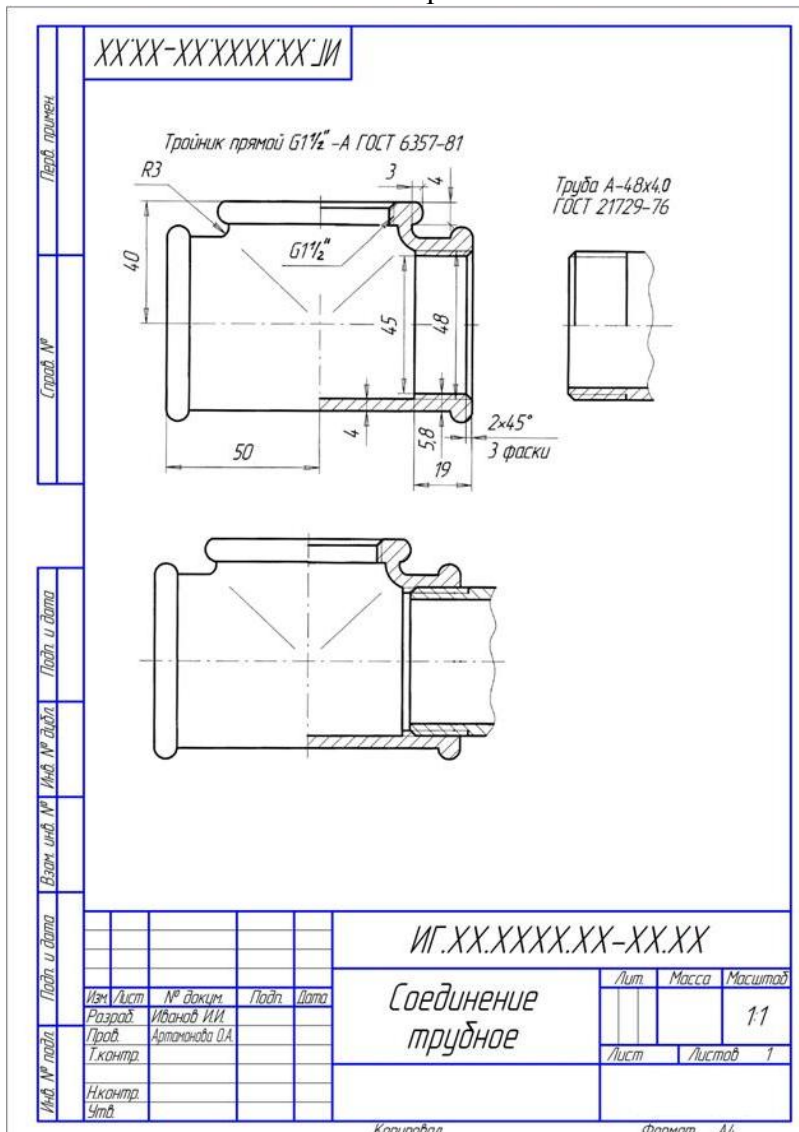

Рисунок 45 – Пример оформления
3. Начертить резьбовое соединение двух деталей. Пример выполнения дан на рис. 45.